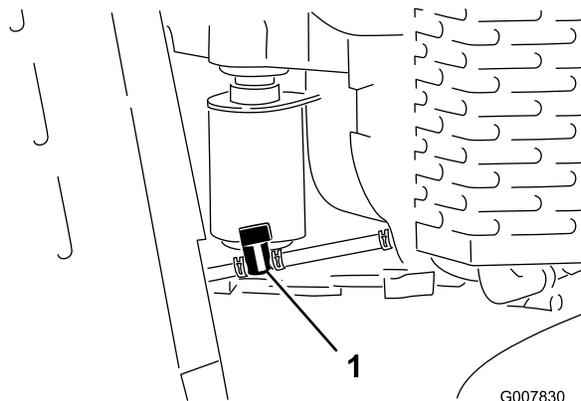

Рисунок 38
3. Переведите клапан отключения подачи топлива в закрытое положение (Рисунок 38).
4. Сожмите концы хомута шланга на обращенной к двигателю стороне клапана отключения подачи топлива и сдвиньте их от клапана вверх по топливопроводу (Рисунок 38).
5. Отсоедините топливопровод от клапана (Рисунок 38).
- Поверните рычаг клапана отключения подачи топлива в закрытое положение (Рисунок 38).
- Поверните рычаг клапана отключения подачи топлива в открытое положение (Рисунок 38).